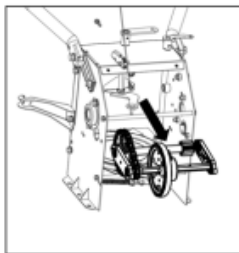

Figure 26
- Tirez sur l'arbre hexagonal en force, puis retirez l'ensemble arbre hexagonal et arbre de transition. Voir la figure 26.